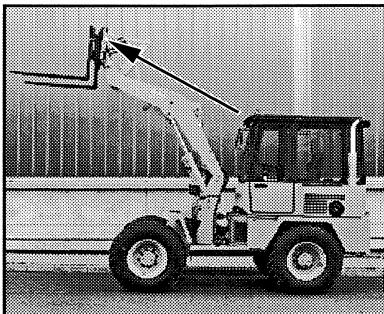

Bild 6-4
- Bild 6-4 zeigt Staplervorsatz in oberster Stellung.
- Sur la figure 6-4, le palettiseur est représenté en sa position la plus haute.